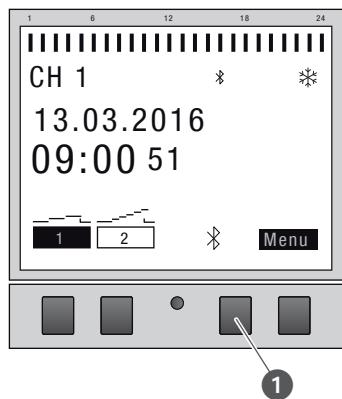

Fig. 24: Slå på/av Bluetooth-forbindelse på tidskoblingsuret
1. Trykk på Bluetooth-tasten (fig. 24/①) på tidskoblingsuret ca. 2 sekunder for å slå av Bluetooth-tilkoblingen.